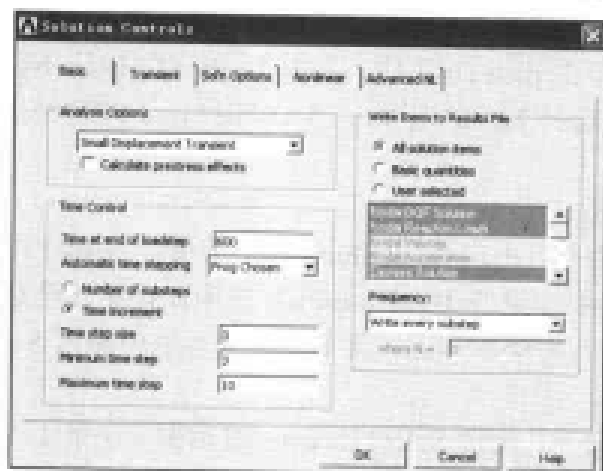
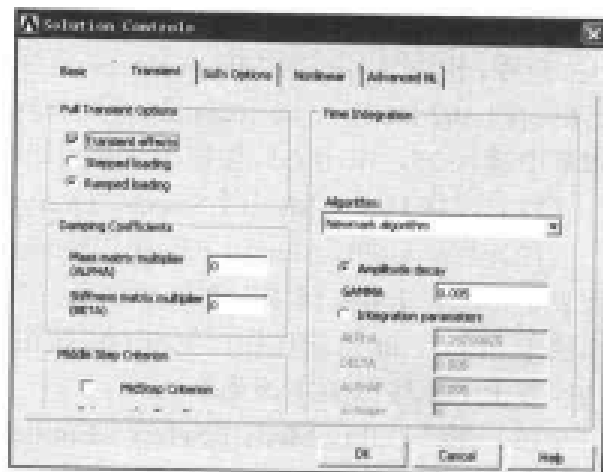

图 12-60 求解控制基本选项设置对话框
图 12-61 求解控制瞬态选项设置对话框
(15) 选择 Utility Menu | Select | Everything 命令。
(16) 选择 Main Menu | Solution | Solve | Current LS 命令,出现 Solve Current Load Step 对话框,单击 OK 按钮,ANSYS 开始求解计算。
(17) 求解结束后,ANSYS 显示窗口出现 Note 提示框,单击其上的 Close 按钮关闭该对话框。
(18) 选择 Main Menu | Solution | Load Step Opts | Time/Frequency | Time Integration | Amplitude Decay 命令,出现 Time Integration Controls 对话框,将 TIMINT 选项设置为 On,其余选项采用默认设置,单击 OK 按钮关闭该对话框。
(19) 选择 Main Menu | Solution | Analysis Type | Sol'n Controls 命令,出现 Solution Controls 对话框,选择 Basic 选项卡,参照图 12-60 对其进行设置,选择 Solution Controls 对话框上的 Transient 选项卡,参照图 12-61 对其进行设置,单击 OK 按钮关闭该对话框。